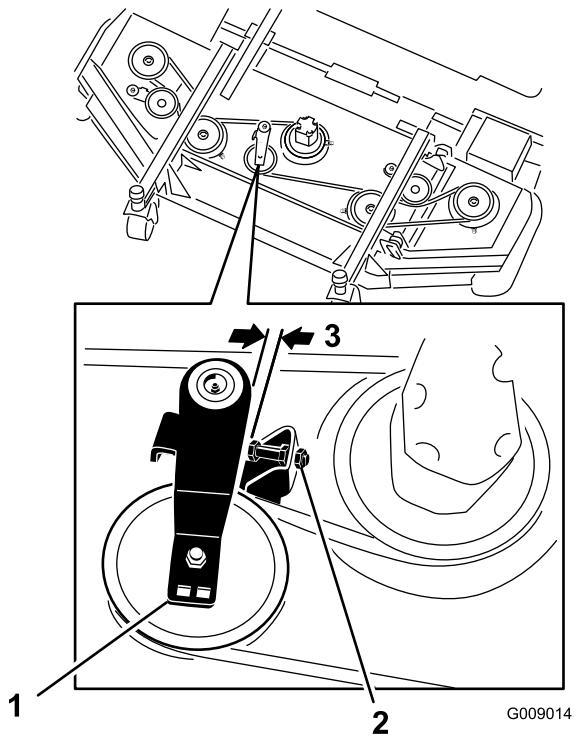

Рисунок 124
- На передней деке в среднем положении отпустите контргайки на винте упора натяжного ролика и заверните винт упора в кронштейн (Рисунок 124).
- Используя гаечный ключ с храповиком или аналогичный инструмент, отодвигните натяжной ролик каждой боковой деки от приводного ремня, чтобы ослабить натяжение ремня и снять его со шкива боковой деки (Рисунок 124).